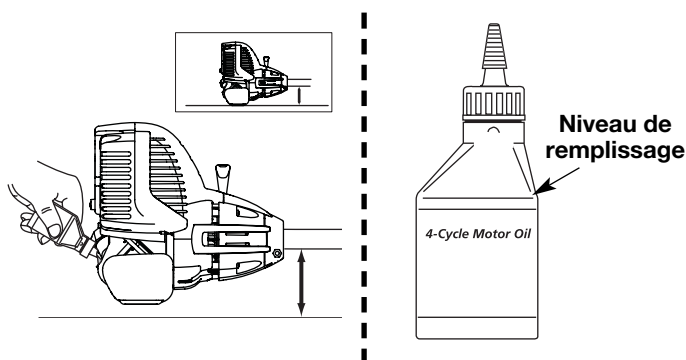

Fig. 27
**REMARQUE :** Mesurez la quantité nécessaire à l'aide de la bouteille et de la buse utilisées lors de la mise en service. 100 ml (3,4 oz) correspond environ au haut de l'étiquette de la bouteille (Fig. 27). Vérifiez le niveau d'huile avec la jauge. S'il est trop bas, ajoutez un peu d'huile par l'orifice et revérifiez Ne remplissez pas trop (Fig. 27).